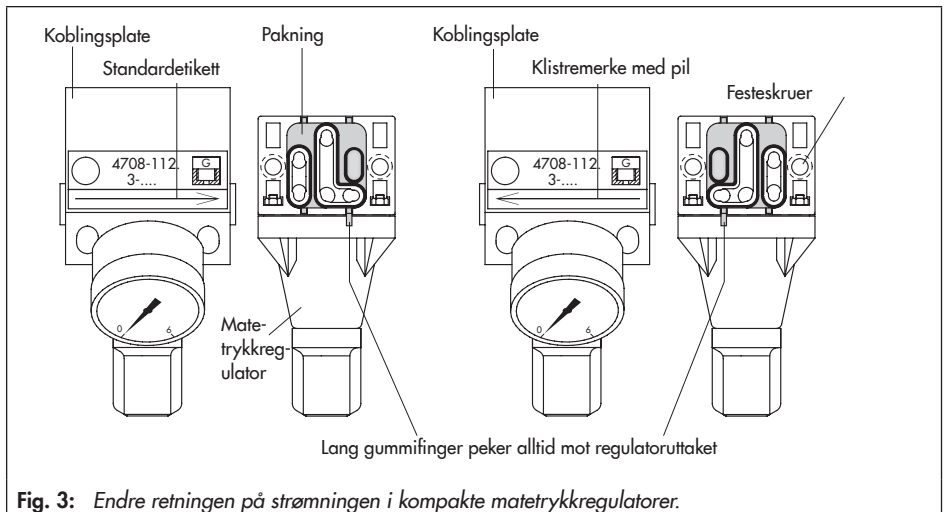

Fig. 3: Endre retningen på strømmingen i kompakte matetrykkregulatorer.
2. Ta av avlastningspakningen, dreii den 180 grader og flytt på den som vist i Fig. 3.